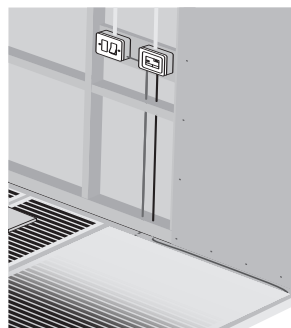

Fig. 2 Klargør til termostat
1. Klargør installationen til termostaten. (fig.2)